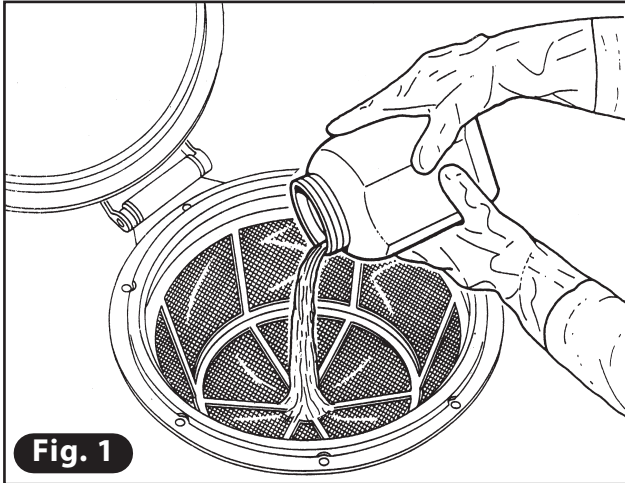

Fig. 1
La soluzione di prodotto va preparata in un recipiente a parte sciogliendo con acqua la quantità necessaria di prodotto per ottenere la concentrazione desiderata. Tale composto va poi riversato nella cisterna (**Fig. 1**) quando questa è riempita almeno fino a metà.
- Aprire il coperchio (**A**) del premiscelatore e versare il prodotto chimico al suo interno (**Fig. 1**), dopo di che, richiudere il coperchio.
The solution of chemical product is prepared in a separate container by dissolving the amount of product necessary in water to obtain the desired concentration. This mixture must then be poured into the cistern (**Fig. 1**) when at least half full.
- Open the cover (**A**) of the pre-mixer, pour the chemical product inside (**Fig. 1**) and then close the cover.
- 1) Vuotare il contenuto chimico residuo nel serbatoio principale (Fig. 1), attraverso il boccaporto.
- 3) Portare la valvola della centralina manuale (B) in pos. (1) **PRESSIONE** oppure agire sull'interruttore (C).
- 4) Immettere i contenitori nel dispositivo di pulizia finché non appoggino sul perno di supporto (D).
- 5) Spingere verso il basso il contenitore (E). Questa manovra permette alla valvola di immissione del liquido di attivarsi e procedere al lavaggio dei contenitori. Il tempo minimo necessario per la pulizia dei contenitori sarà di circa 30 secondi.
- 1) Drain any residual chemical product out of the main tank (Fig. 1) via the hatchway.
- 3) Set the valve of the manual control unit (B) to the (1) **PRESSURE** position or operate the switch (C).
- 4) Place the containers into the cleaning device, on the support pin (D).
- 5) push the container down (E). This will activate the liquid inlet valve, starting the container washing cycle. The minimum time necessary to clean the containers will be 30 seconds.